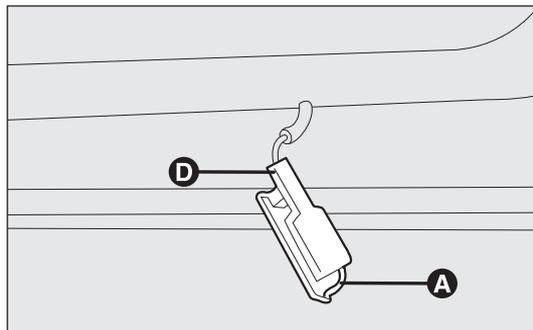

fig. 186
FEUX À RETARDEMENT fig. 186
- enlever le plafonnier en poussant sur le ressort A-fig. 186 ;
- remonter le plafonnier en l'engageant d'abord d'un côté D-fig. 186 et ensuite en poussant sur l'autre côté jusqu'à perception du déclic de blocage du ressort.